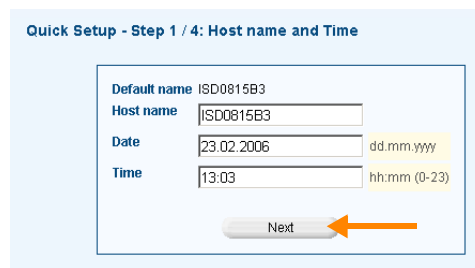

Bild 5 Hostname, Datum und Uhrzeit kontrollieren und mit NEXT bestätigen
- Geben Sie, wenn nötig, Hostnamen, Datum und Uhrzeit ein, und bestätigen Sie mit NEXT (Bild 5).